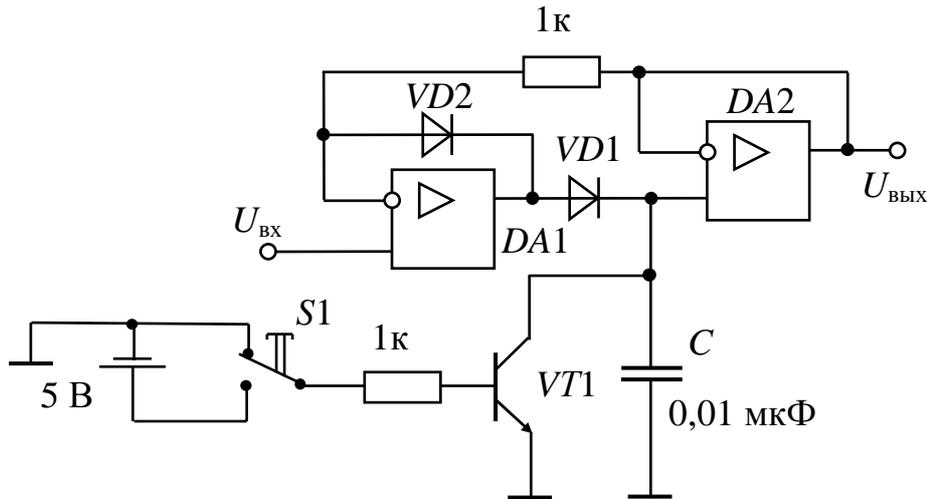

Рис. 2 – Пиковый детектор положительного уровня
2. Собрать пиковый детектор, показанный на рис. 2. Подав на вход синусоидальный сигнал амплитудой $(1+N)$ В и частотой $100(1+N)$ Гц зафиксировать осциллограммы входного и выходного напряжений. Увеличить скачком амплитуду $U_{вх}$ на 1 В и проследить за изменением $U_{вых}$. Уменьшить скачком амплитуду $U_{вх}$ на 1 В и проследить за изменением $U_{вых}$. Что происходит при нажатии кнопки S1? Пояснить назначение транзистора VT1.